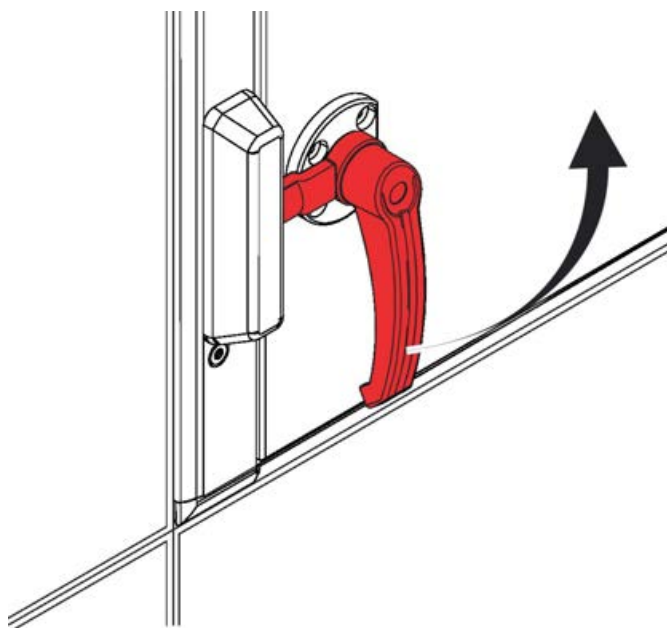

Abb. 16: Türschloss öffnen
- ▶ Den Türgriff 90° gegen den Uhrzeigersinn drehen ( Abb. 16 ).